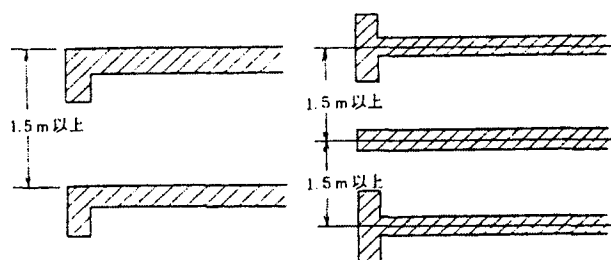

图 1 充装台之间防爆墙间距示意图
(1) 防爆墙是用 12 cm 以上厚度的钢筋混凝土建造的,亦可用同等以上强度的其它材料建造。
(2) 充装台防爆墙的高度应为 1.5 m 以上,其它部位的防爆墙高度应为 2 m 以上。
(3) 各排充装台之间的防爆墙间距为 1.5 m 以上。如图 1 所示。